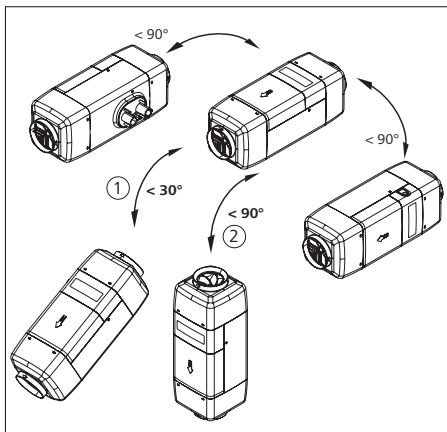

Abb. 03: Korrekte Einbaulage sicherstellen
- ▶ Korrekte Einbaulage sicherstellen. Siehe Abb. 03.